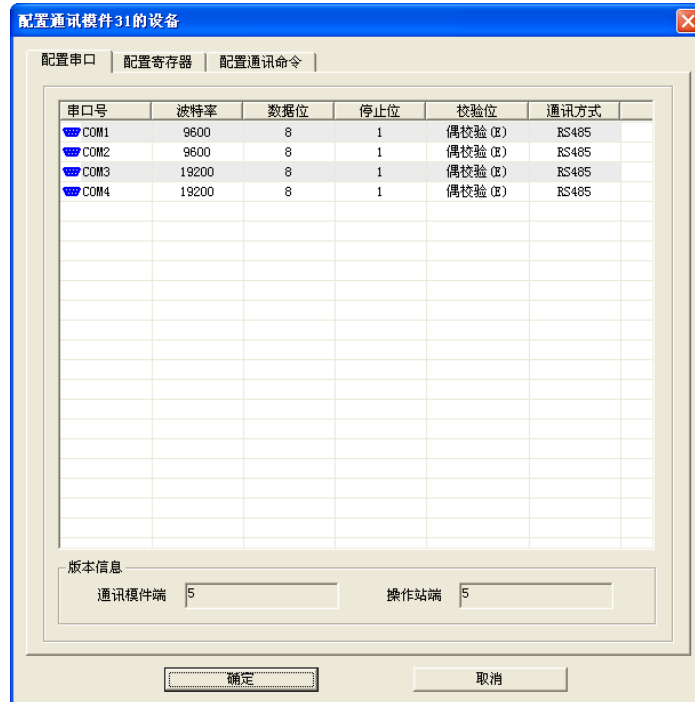

图 4-26 串口设置
1. 选择通讯模块，切换到“设计配置页”，选中 ModBus 通讯模块后右键，在弹出的选择项中选择“配置通讯模块设备”，或点击工具栏中图标“”，选择“配置通讯模块设备”，打开“配置通讯模块 31 的设备”窗口，如图 4-26 所示。